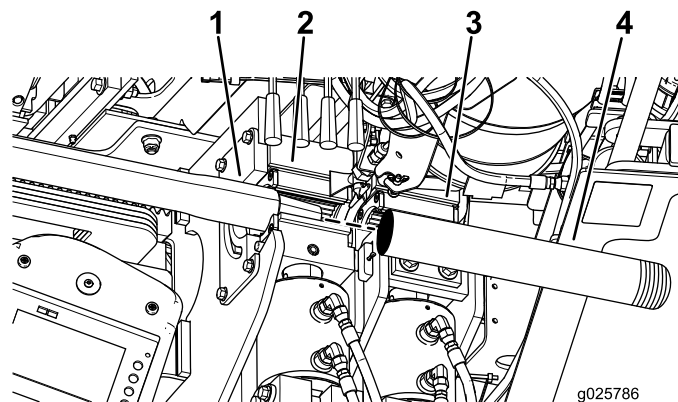

Bild 88
4. Ziehen Sie das Gestängerohr und die Führungsstange zurück durch die Rohrführung in die Schlüssel. Richten Sie dabei die dickere obere Verbindung der Führungsstange auf den oberen Schlüssel aus (Bild 88).